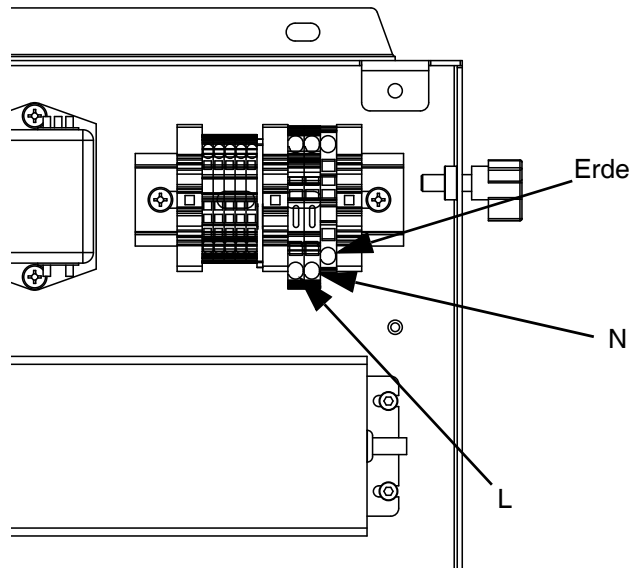

ABB. 14: Anschluss 100-240 V AC
- Für den Anschluss von 100-240 V AC Systemen, siehe ABB. 14.